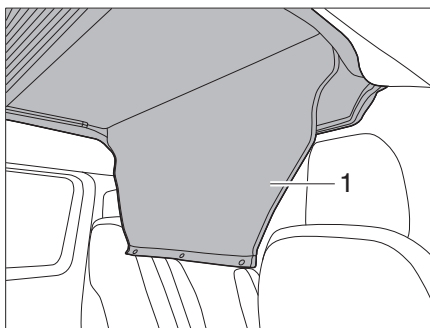

Fig. 16 Arrotolamento della copertura di passaggio
- Aprire e arrotolare la copertura di passaggio (Fig. 16,1).